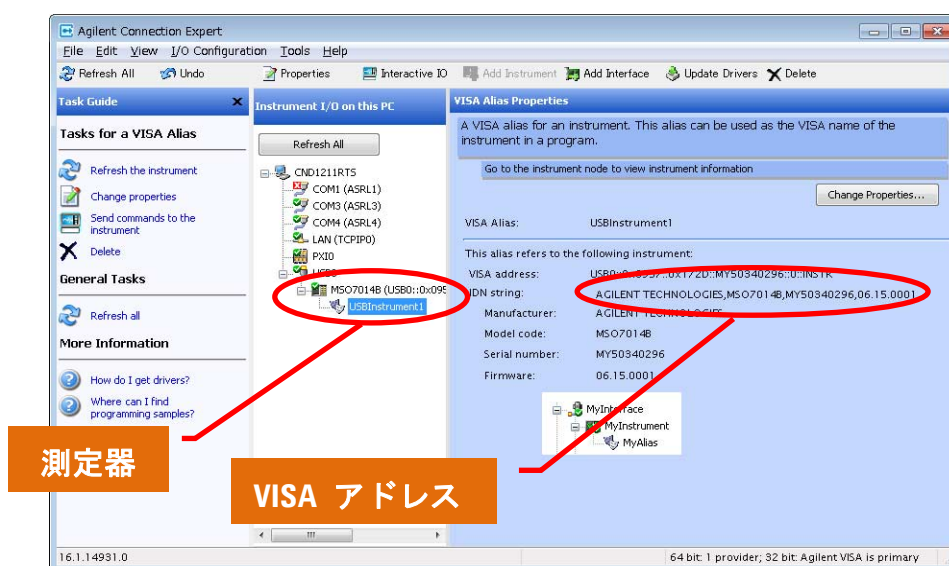

図 2 VISA アドレスの確認
- ③ ケーブルで接続されている測定器は、モデル名の横に、緑色のチェック印が示されます。もし、「×」、「！」の印が付いている場合は、測定器が認識されていない事を表します。原因として、測定器の電源が入っていない、ケーブルが接続されていない、測定器によっては、測定器側の設定(お使いになるインターフェースの選択)がなされていない事が考えられます。
- ④ 使用する測定器を選択し、表示される VISA アドレスを確認してください。(図 2)